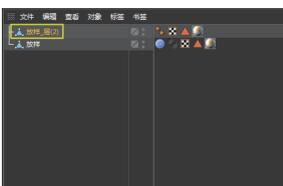

图 5-40
**09** 切换回默认的“启动”模式，可看见对象管理器面板中增加了“放样\_层(2)”对象，如图 5-40 所示。